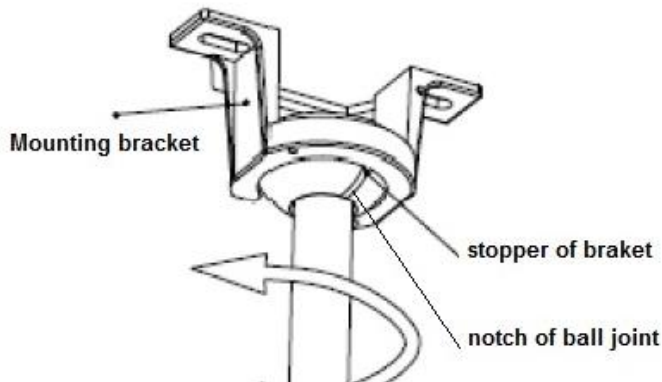

Fig. 7
- Enlever l'assemblage de ventilateur au support de montage Fig.7